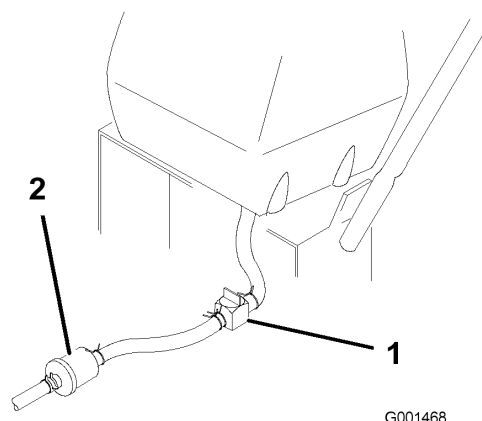

Figure 32
2. Fermez le robinet d'arrivée de carburant sur le réservoir (Figure 32).
3. Pincez les extrémités du collier de fixation et poussez le collier en haut de la conduite d'alimentation, à l'opposé du filtre à carburant (Figure 32).
4. Débranchez la conduite d'alimentation du filtre à carburant (Figure 32). Ouvrez le robinet d'arrivée de carburant et laissez l'essence s'écouler dans un bidon ou un bac de vidange.
3. Fermez le robinet d'arrivée de carburant sur le réservoir (Figure 32).
7. Ouvrez le robinet d'arrivée d'essence sur le réservoir (Figure 32).